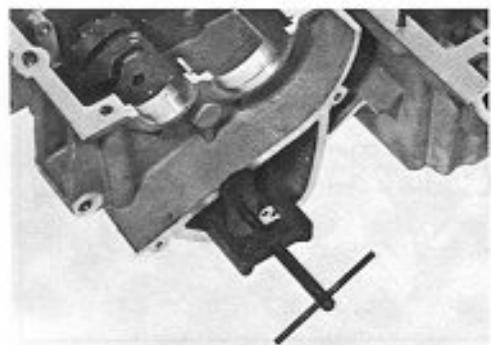

Fig. 164
- Estrarre l'albero del tamburo selettorio utilizzando l'attrezzo speciale 61818979 (Fig. 164).
- Withdraw the selector drum shaft using tool 61818979 (Fig. 164).